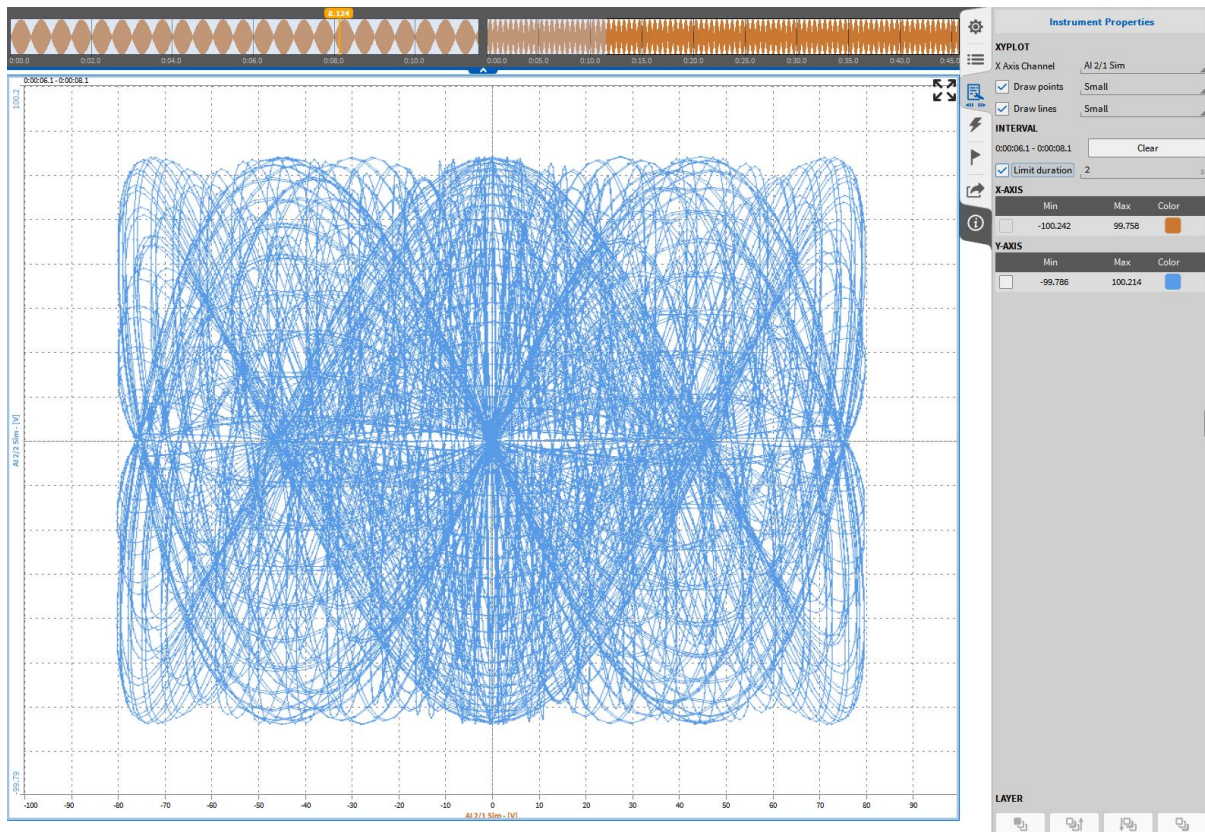

Abb. 8.86: XY-Anzeige – Daten scrollen
- Im *PLAY* und *LIVE* Modus (mit eingefrorenem Bildschirm) kann durch die Messdaten gescrollt werden, indem der orange Cursor in der Übersichtsleiste (siehe *Abb. 8.86*) oder in einem Rekorder verschoben wird. Die Intervalleinstellungen werden auch hier respektiert.